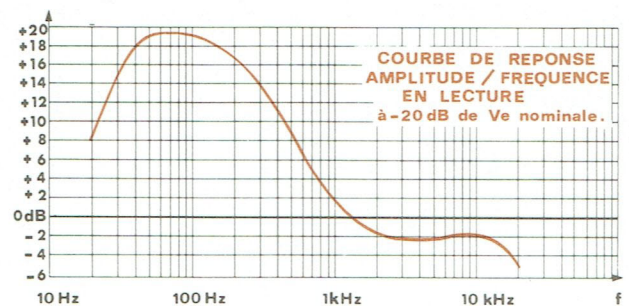

Fig. 16
- Régler la fréquence du générateur à $f = 1 \text{ kHz}$. Régler le niveau de sortie du générateur pour obtenir au point de lecture une tension $V_s = 300 \text{ mV}$ ce qui correspond au niveau de référence 0 dB de la figure 16 et à -20 dB du niveau nominal.